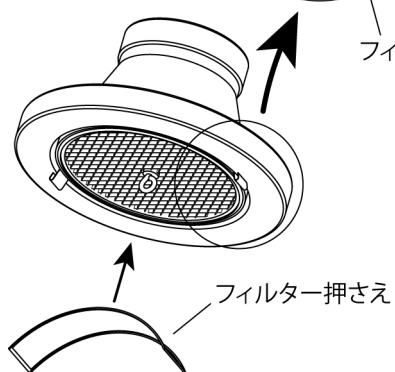

Fig. 8
- 3) フィルター押さえでフィルターを固定してください。(Fig. 8)